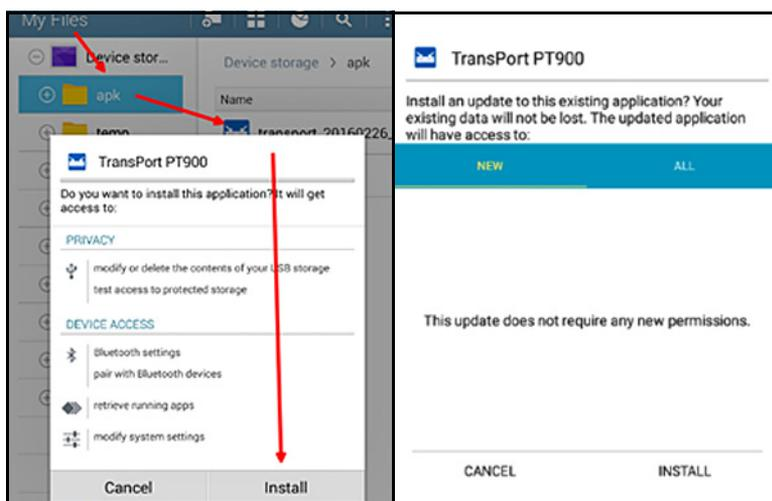

Figure 57 : écrans Initial Installation (Installation initiale) (à gauche) et Update Installation (Installation d'une mise à jour) (à droite)
3. Cliquez sur le fichier APK, puis le système d'exploitation *Android* vérifie la somme de contrôle et la signature du fichier. En fonction de la nature de cette installation, initiale ou d'une mise à jour, vous verrez apparaître l'un des écrans illustrés dans la *Figure 57* ci-dessous. Cliquez sur **INSTALL** (INSTALLER) pour commencer l'installation.